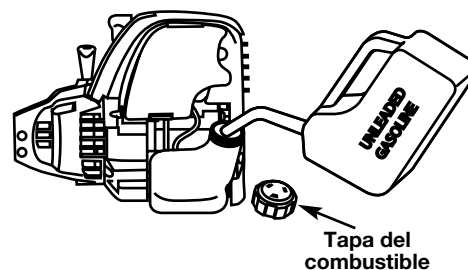

Fig. 5
- Saque la tapa de la gasolina (Fig. 5).
- Coloque el pico del recipiente de gasolina en el orificio de llenado del tanque de gasolina (Fig. 5) y llene el tanque.